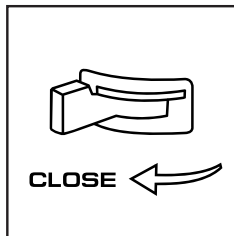

Рис. 24
3. Перекройте топливный кран. (переведите рычаг в крайнее левое положение) (Рис. 24)